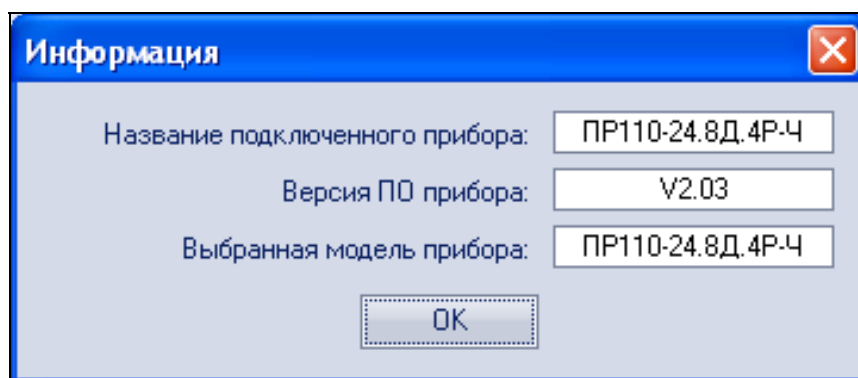

Рисунок 3.9 – Экранная форма с информацией о ПР
11) информацию о версии программного обеспечения в ПР и его типе можно получить при помощи кнопки на панели инструментов () , рисунок 3.9.